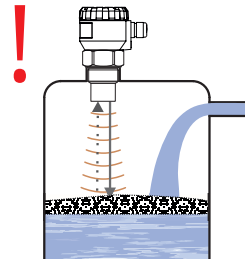

Abb. 9: Schaum auf der Oberfläche
- Beim Befüllen, Rühren sowie bei weiteren Prozessen kann auf der Oberfläche der Flüssigkeit **Schaum** entstehen (Abb. 9). Der Schaum absorbiert das Ultraschallsignal und kann die ordnungsgemäße Funktion des Füllstandsmessers beeinträchtigen. In diesen Fällen ist bei der "EMPFINDLICHKEIT" (S. 17) der Wert "HOCH" einzustellen und den Füllstandsmesser vorher überprüfen, ggf. mit dem Hersteller Rücksprache halten. Bei einer dünnen Schaumschicht kann der Richtungstrichter zur Empfangsverbesserung des reflektierten Echos verwendet werden.